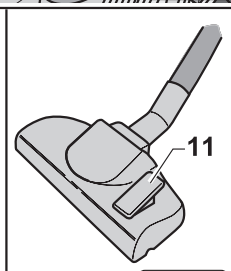

Fig. 6
- Accrocher à la rallonge (10 Fig. 6) l'accessoire souhaité (bouche d'aspiration, brosse, suceur, brosse multifonction, etc.).
- Pour nettoyer les sols durs, parquets, etc., pousser la languette en arrière (11 Fig. 6) pour extraire la brosse.
- Pour aspirer les tapis, moquettes, etc., pousser en avant la languette (11 Fig. 6) pour faire rentrer la brosse.